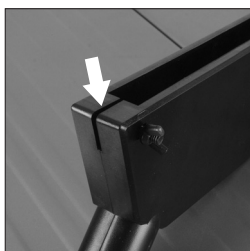

Fig. 20
- De bewakers pluggen moeten worden verwerkt in de bovenrand van het spouwmes gepositioneerd door het gat **(Fig. 20)**. Aan één kant van de bovenste beschermkap zijn een sluitring en vleugelmoer gemonteerd.